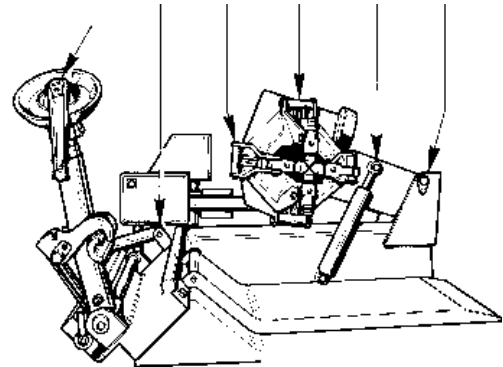

Fig.52
1. Graisser tous les points dotés de graisseur une fois par mois (Fig.52).